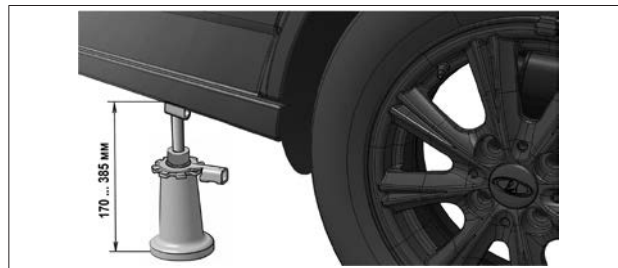

Рис. 3. Положение домкрата при замене колеса
- установите домкрат (см. рис. 3 и 4) в ближайшее к заменяемому колесу место. Для переднего колеса: отступите 100 мм от кромки переднего крыла и нащупайте плоскую площадку между двумя подштамповками цилиндрической формы.